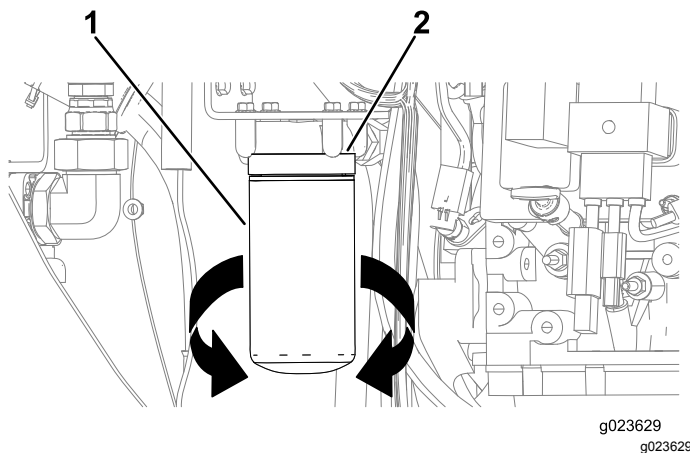

Figura 93
3. Posicione uma bandeja de drenagem ou vários panos sob o filtro de óleo e o adaptador do filtro de óleo (Figura 93).
4. Gire o filtro de óleo no sentido anti-horário e o remova-o (Figura 93).
8. Alinhe o filtro de óleo com seu adaptador e gire-o no sentido horário até a vedação do filtro de óleo entrar em contato com o adaptador (Figura 93).
9. Aperte o filtro de óleo com a mão, dando mais meia volta (Figura 93).